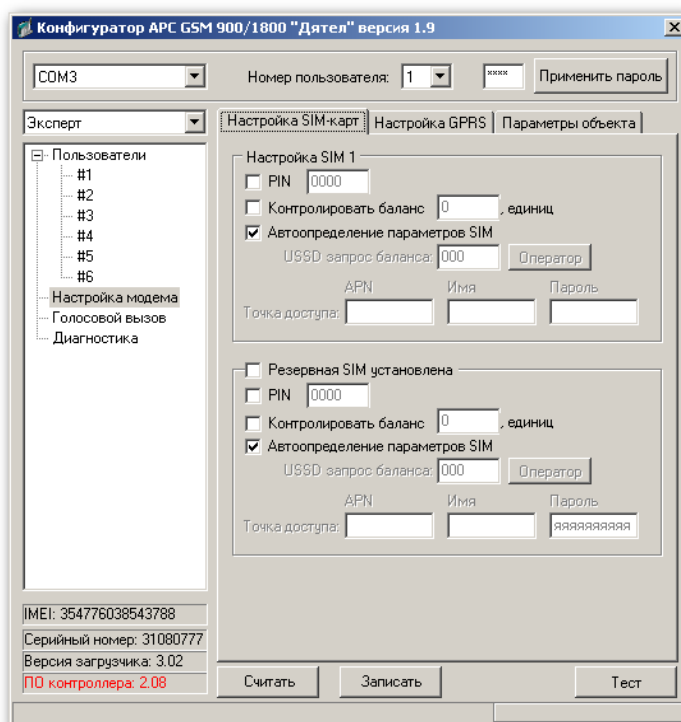

Рисунок 4
2.4.9 Во вкладке «Настройка SIM – карт», при необходимости, настроить приведенные ниже параметры (рисунок 4).